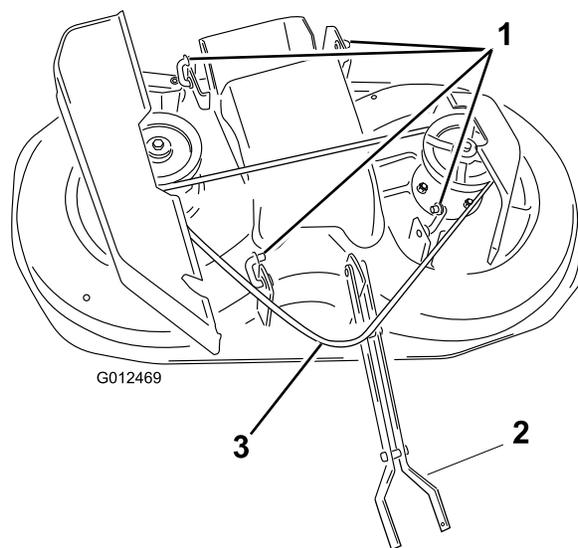

Figura 42
- Retire la correa de la polea del embrague (Figura 42).
11. Retire las chavetas de los 4 enganches traseros y retire los enganches del tractor (Figura 42).
Nota: Puede dejar los enganches instalados en el cortacésped, según se indica en Figura 42.